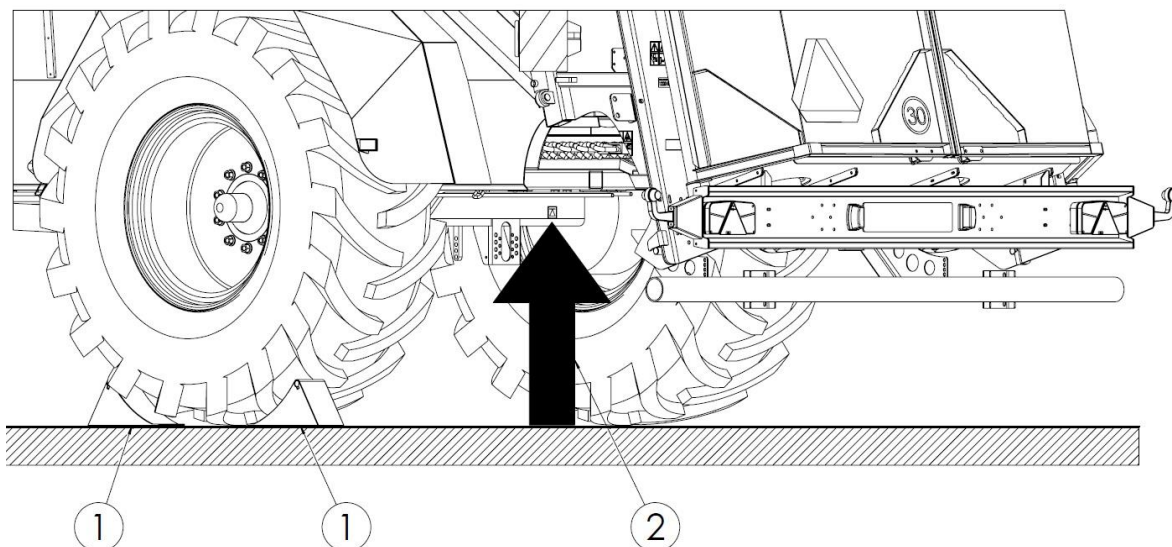

Рисунок 39 Точки установки домкратов: 1 - упоры, 2 - домкрат
Если необходимо демонтировать колесо, используйте точки установки домкрата (2) под ось. Место установки домкрата показано на рис. 39. Упоры (1) следует подкладывать только под одно колесо.